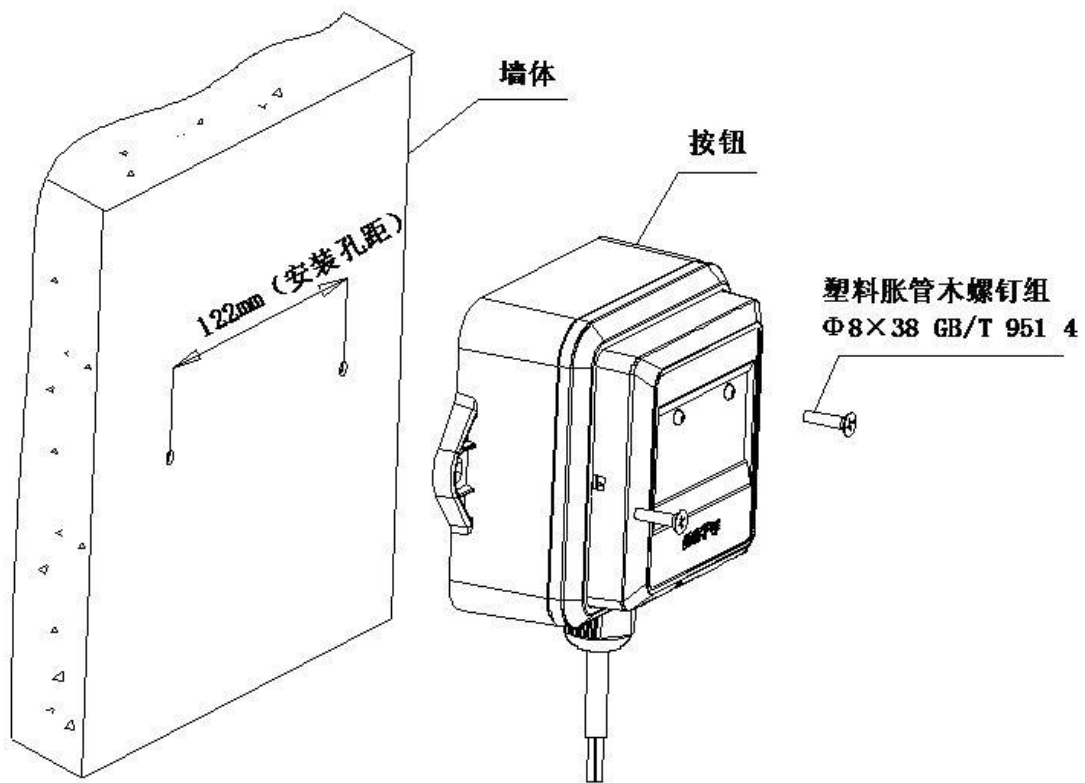
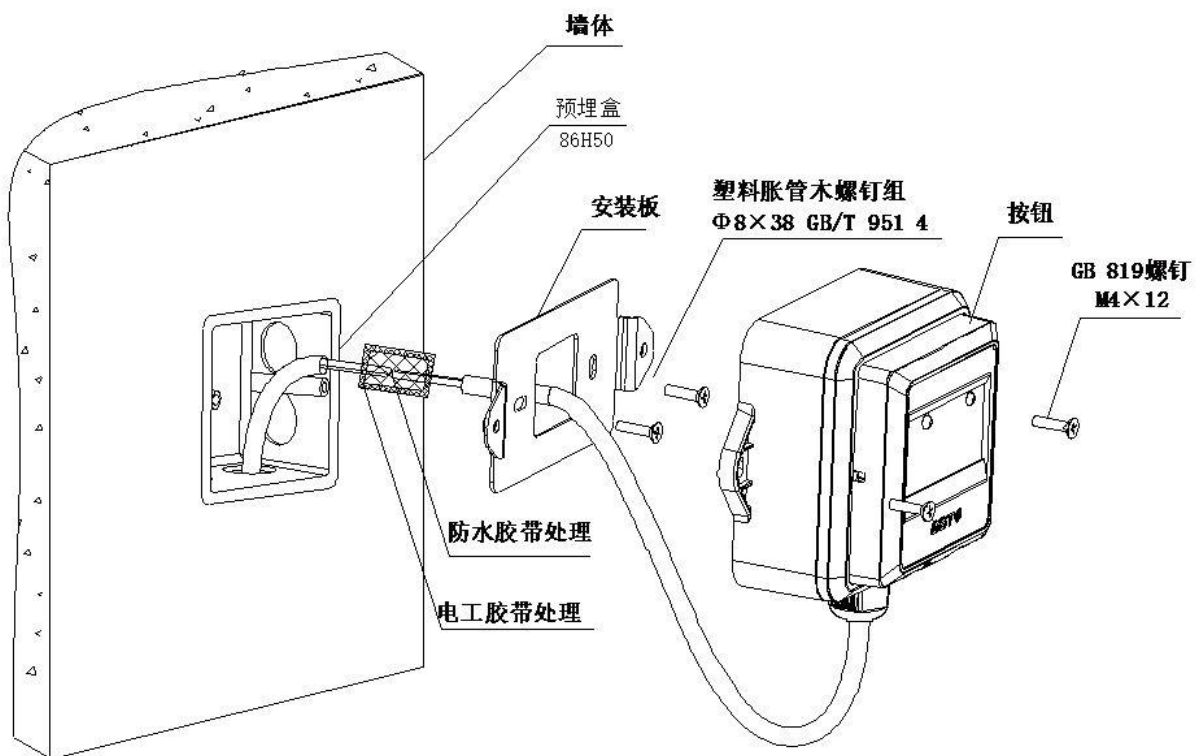

图 2 安装示意图
图 3 安装示意图
2. 安装时只需将报警按钮直接安装，安装孔距为 122mm。安装示意图如图 2 所示。如果安装到 86 盒，需要配安装板，按示意图如图 3 所示安装。